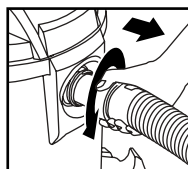

FIGURA 24
32. Desenrosque la tuerca de fijación de la manguera y saquela de la entrada. **FIGURA 24.**